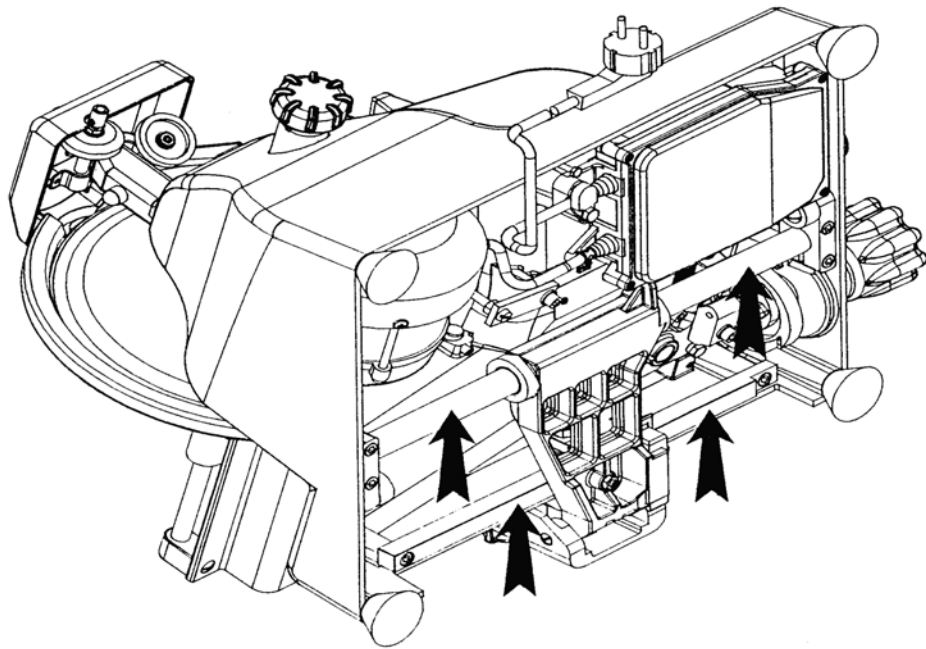

Bild 4
6.3 Normale Wartung der Maschine (Bild 4)